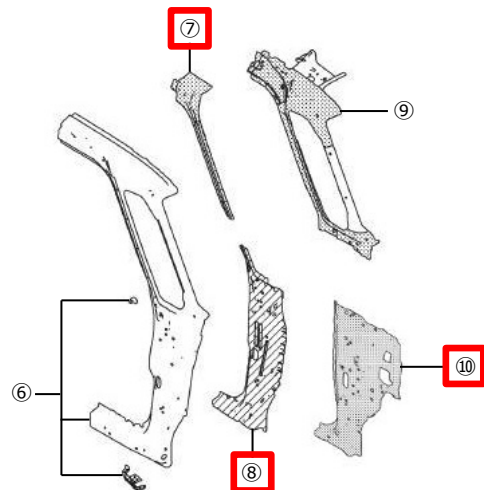

図 2 右側構造
フロントピラーはアウトパネル、レインフォース、インナパネルの 3 層構造で構成されています。左側フロントピラーに超高張力鋼板の採用はありませんが、右側フロントピラーのレインフォースフロントピラーアップ（図 2 - ⑦）、フロントピラーロアヒンジブレース（図 2 - ⑧）およびサイドダッシュ（図 2 - ⑩）に 980Mpa 級の超高張力鋼板が採用されており、軽量化と高剛性を両立しています。